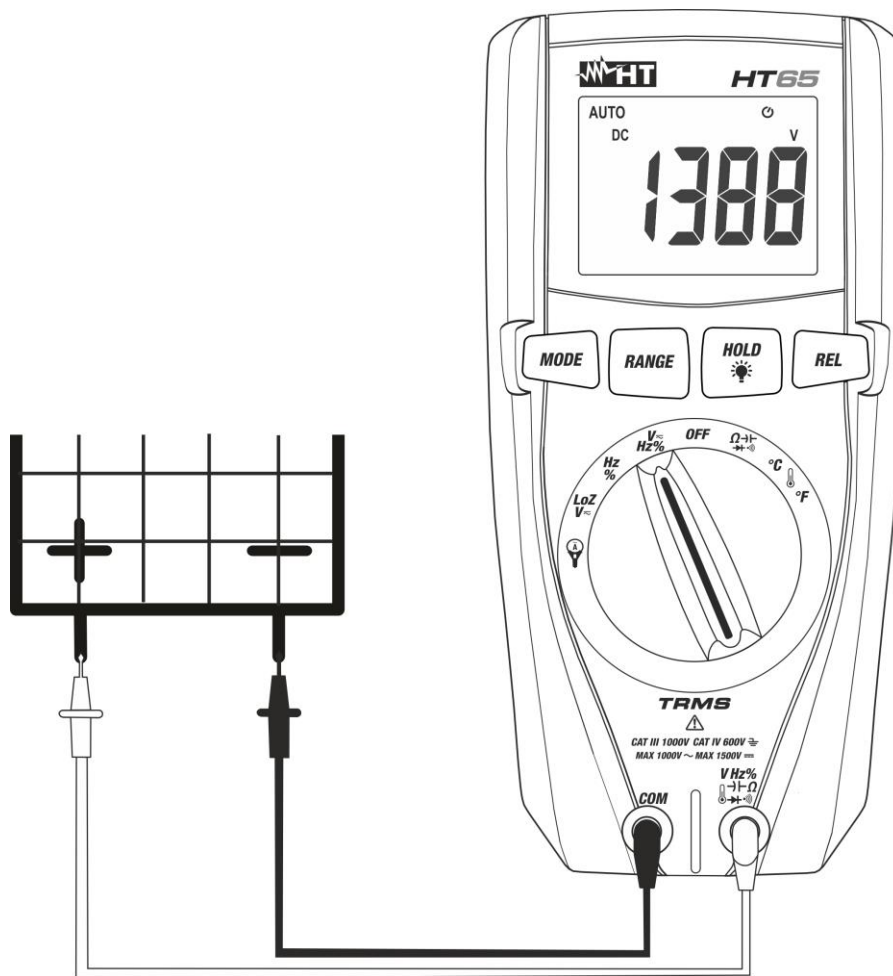
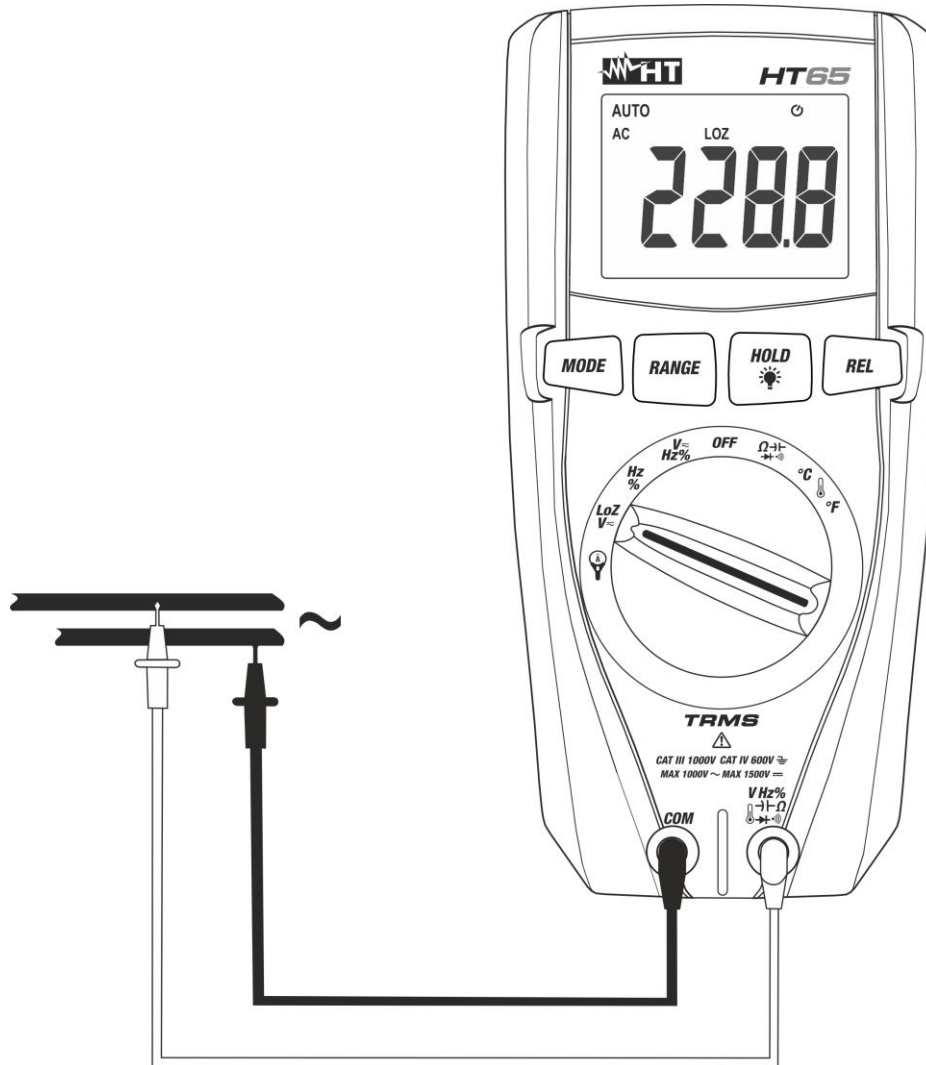

Fig. 2: Mesure de Tension DC
Fig. 4: Mesure de Tension CA/CC à basse impédance (LoZ)
4. Positionner l'embout rouge et l'embout noir respectivement dans les points à potentiel positif et négatif du circuit sous test (voir la Fig. 2). La valeur de tension apparaît à l'écran
6. L'affichage du symbole « - » sur l'écran de l'instrument indique que la tension a une direction opposée par rapport à la connexion de Fig. 2.
4. Positionner l'embout rouge et l'embout noir sur les points désirés du circuit sous test (voir Fig. 4) pour mesure de tension AC ou respectivement dans les points à potentiel positif et négatif du circuit sous test (voir la Fig. 2) pour mesure de tension DC. La valeur de tension apparaît à l'écran
6. L'affichage du symbole "-" sur l'écran de l'instrument indique que la tension a une direction opposée par rapport à la connexion de la Fig. 2
7. L'affichage du symbole « - » sur l'écran de l'instrument indique que le courant a une direction opposée par rapport à la connexion de Fig. 2